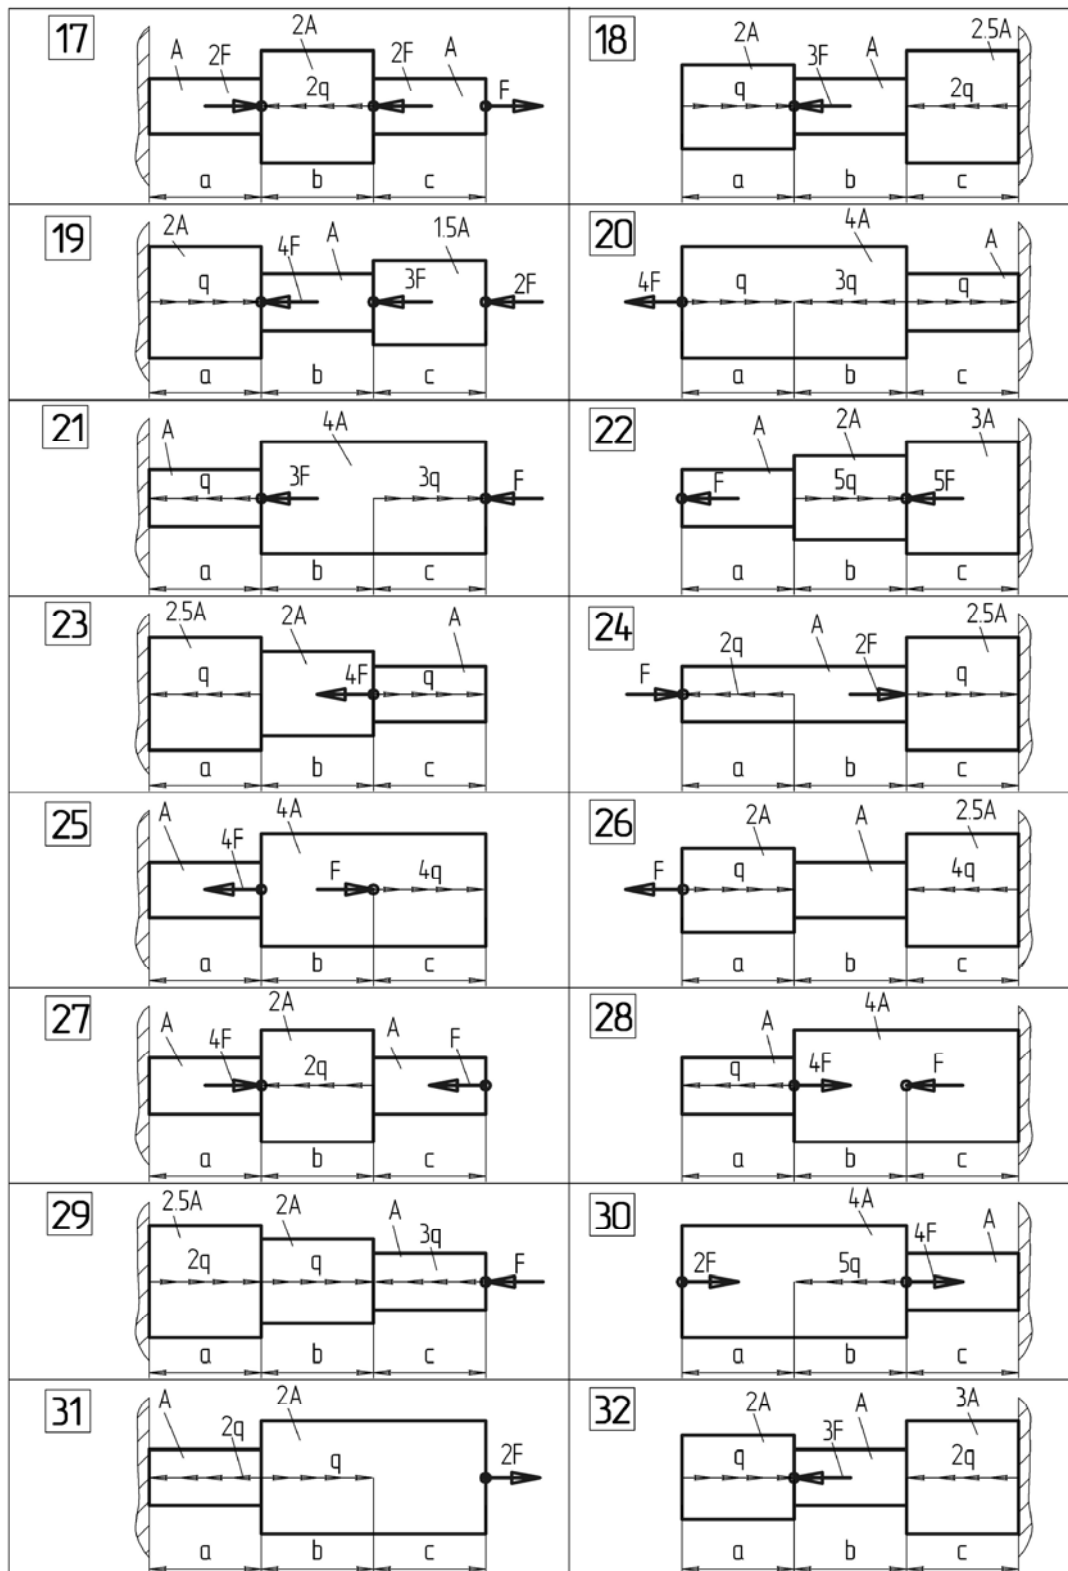

Рис. 1. Схема нагружения стержня
**Задание 1.** Из условия прочности подобрать поперечное сечение стального ступенчатого стержня в виде прямоугольника с отношением сторон  $b/h = 0,25$ ; округлить полученные в результате расчёта размеры  $b$  и  $h$  по нормальному ряду размеров. Схема нагружения стержня показана на рис.1. Вычислить напряжение в опасном сечении. Построить эпюры напряжений по высоте опасного сечения. Определить перемещение свободного сечения стержня и построить эпюру перемещений. Данные для расчетов приведены в табл.